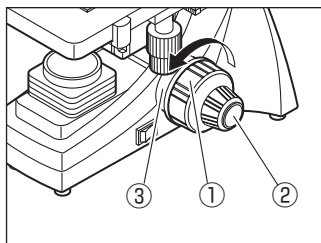

図23
### 3.2.8 テンション調節リングの調整 (図23)
- テンション調節リングは工場出荷前に適切に設定されています。ゆるくなった場合（メカニカルステージがすべり落ちる場合）は、テンション調節リング①を回して適切に締めてください。図23に示す方向につまみを回すと粗動ハンドル②が締め、反対方向に回すとゆるみます。メカニカルステージがすべり落ちて微動ハンドル③を調整しても像にピントが合わない場合は、粗動ハンドル②のテンションが低すぎますので、テンション調節リングを回して粗微動ハンドルを締めてください。